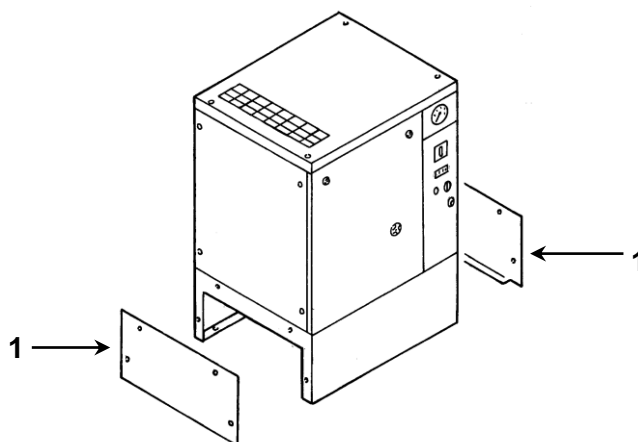

Рис. 23
После выполнения всех проверок, указанных в главе 12, следуйте инструкциям на рис. 23.
Проверьте уровень масла, поз. 1, рис. 23А. При поставке установку заправляют маслом; если же уровень масла недостаточен, добавьте масло того же типа.
- Снимите панель, поз. 2, рис. 23А.
- Снимите стационарную защитную панель (кожух машины) поз. 3, рис. 23А.
- Снимите крышку, поз. 4, рис. 23А.
- Снимите воздушный фильтр поз. 5, рис. 23А.
- Установите на место воздушный фильтр поз. 5, рис. 23А.
- Установите на место крышку, поз. 4, рис. 23А.